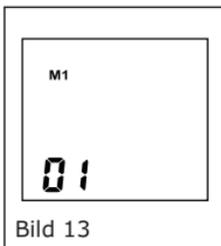

Bild 13
3. Drücken Sie die Taste „M“-Taste ihres gewünschten Speichers erneut, wird Ihnen auf dem Bildschirm „01“ angezeigt. Dies ist der letzte Messwert. Anschließend wechselt die Anzeige zu einem anderen Bildschirm, auf welchem Ihnen Messwerte und Messzeit wie in Bild 13 angezeigt werden.